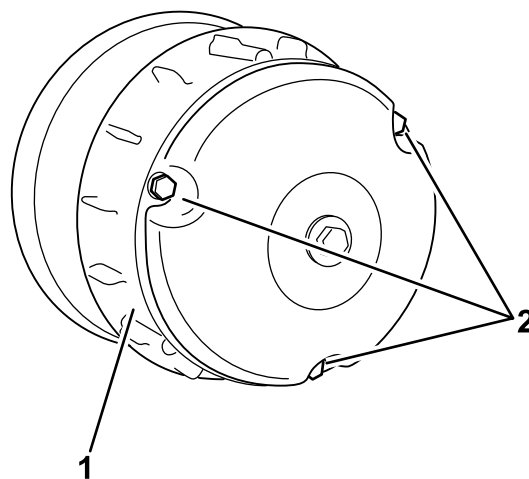

Figura 58
2. Togliete i 3 bulloni che fissano il carter della frizione e togliete il carter (Figura 58).
4. Montate il carter della frizione e fissatelo con i 3 bulloni (Figura 58) tolti in precedenza 2.